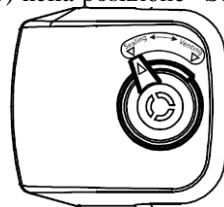

Figura 15
4. Impostare la valvola di limitazione di pressione (3) nella posizione “Sealing” (“otturare”) e assicurarsi che la valvola di sicurezza (4) scenda.
5. Quando si imposta la valvola di limitazione di pressione (3) nella posizione “Sealing” (“Otturare”) o “Venting” (“Svuotare”) far corrispondere il segno sulla valvola di limitazione di pressione (3) con la freccia sulla maniglia (1) come è dimostrato sulla Figura 15.